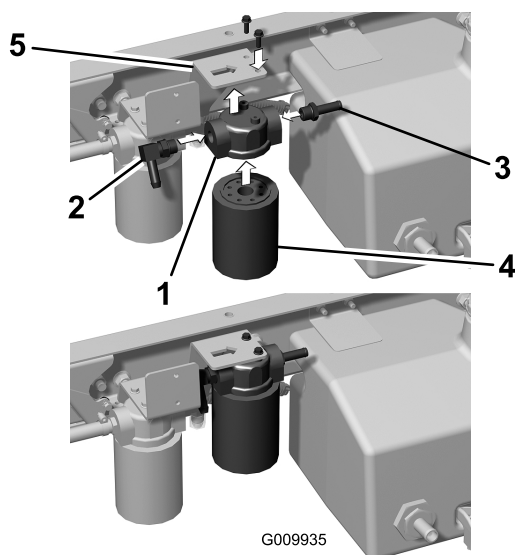

Рисунок 11
1. Установите прямоугольный штуцер типа «елочка» во впускное отверстие головки фильтра (Рисунок 11).
2. Установите прямой штуцер типа «елочка» в выпускное отверстие головки фильтра (Рисунок 11).
3. Закрепите головку фильтра на кронштейне рамы с помощью двух винтов с фланцевыми головками ($\frac{1}{4} \times \frac{3}{4}$ дюйма), как показано на Рисунок 11.